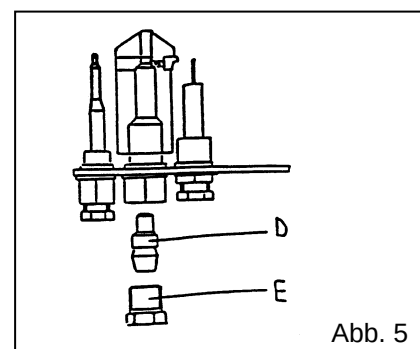

Abb. 5
5.2 Austausch des Injektors des Zündflammenbrenners (Abb. 5)